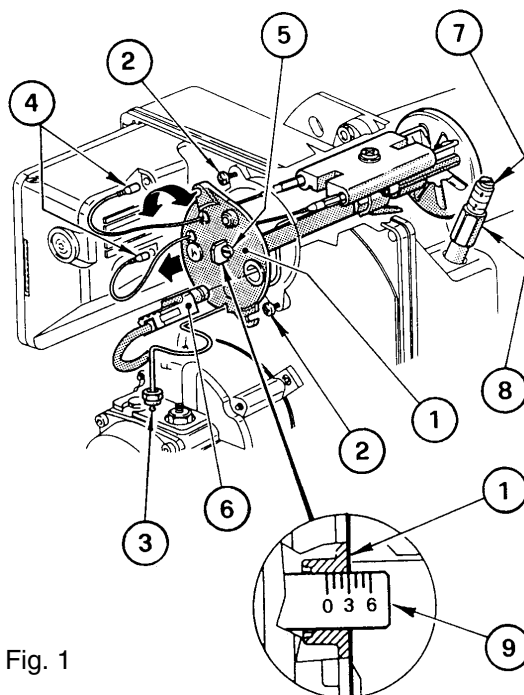

Fig. 1
Løsne brennerinnsatsen (1) ved og løsne skruen (2) og oljerøret (3), fjern tennkablene (4) og fotomotstanden (6, fig. 1).
I forhold til innfyrt oljemengde innstilles flammehodet ved og dreie skruen (5) til høyre eller venstre i h.h. til markeringsstaven (9), hvor innstillingspunktet kan avleses på utsiden av lokket til brennerinnsatsen (1, se fig. 1).
Juster luftspjeldet med skruen (7), etter å ha løsnet mutteren (8, se fig. 1).